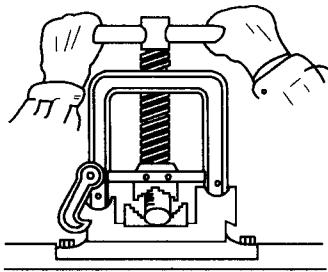

图1-10 管子台虎钳的使用
(1) 管子台虎钳一般安装在工作台上使用，如图1-10所示。